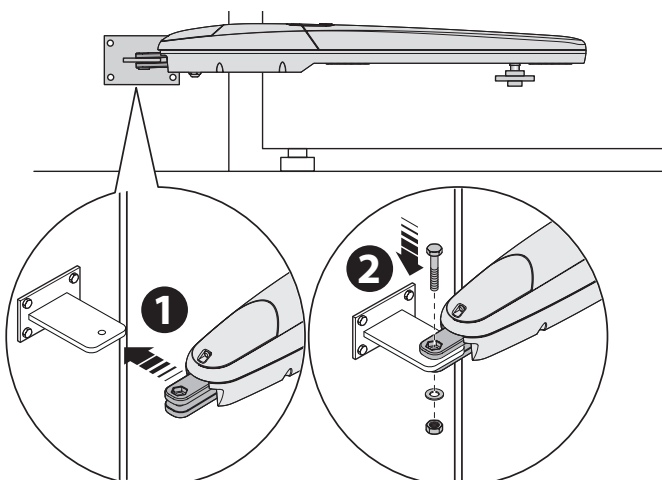

Abb. 6
01. Befestigen Sie den Getriebemotor unter Verwendung der mitgelieferten Schraube, der Scheibe und der Mutter am Bügel, wie gezeigt auf Abb. 6;